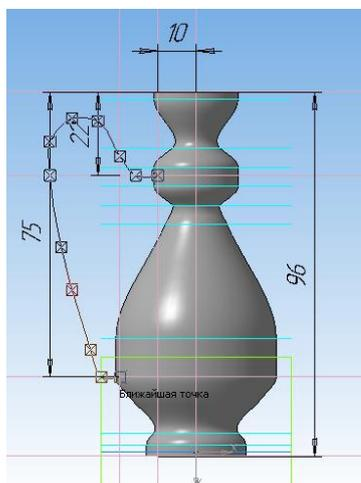

Рис. 6
31. Постройте эскиз направляющей с помощью кривой Безье, задавая точки, через которые должна пройти кривая, щелчком ЛКМ. (рис. 6)